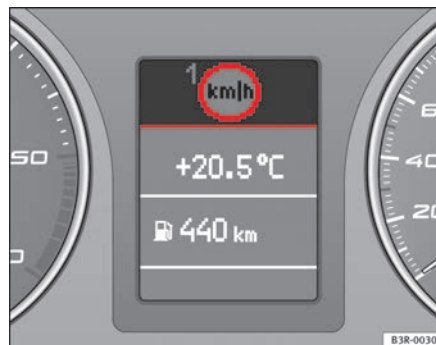

Fig. 56 Display: Controllo automatico della velocità
supera di 10 km/h quella programmata, viene emesso un segnale acustico. Contemporaneamente compare sul display un simbolo di avvertimento ⇒ **fig. 56**.
Sul display appare il simbolo  della soglia di avvertimento 1 ⇒ **pag. 84, fig. 56** quando si supera la velocità massima impostata. Riducendo la velocità al di sotto della soglia il simbolo scompare.
- Premere il tasto CHECK finché non appare il simbolo ⇒ **pag. 84, fig. 56**. ▶